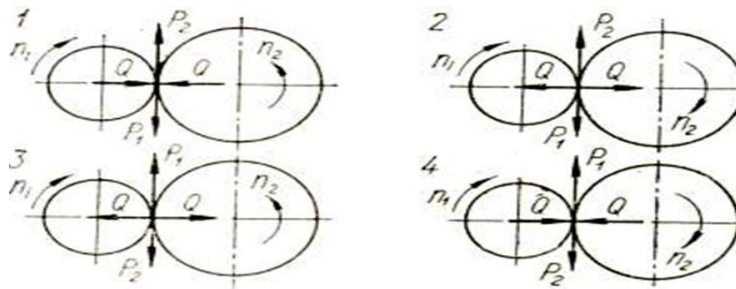

Рисунок 1.
**19. Укажите правильную схему действия сил на катки во фрикционной передаче (рис. 1).**